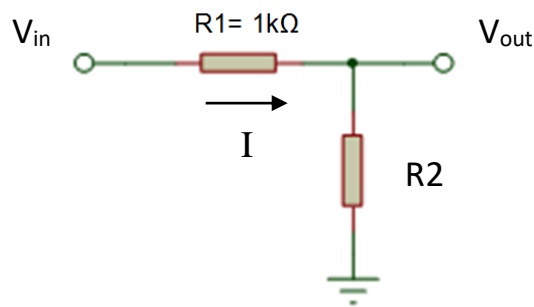

Figura 1
1.1. Realice el montaje del circuito de la Figura 1 en la placa de pruebas ubicada en el cajón del armario con la etiqueta “Divisor de tensión”. Elija para R1 y R2 dos resistores de 1kΩ. Configure la salida de +6V de la fuente de alimentación para que proporcione 6 V, limitando la corriente máxima a 100 mA. Conecte la salida de la fuente de alimentación a la entrada V_{in} del circuito.